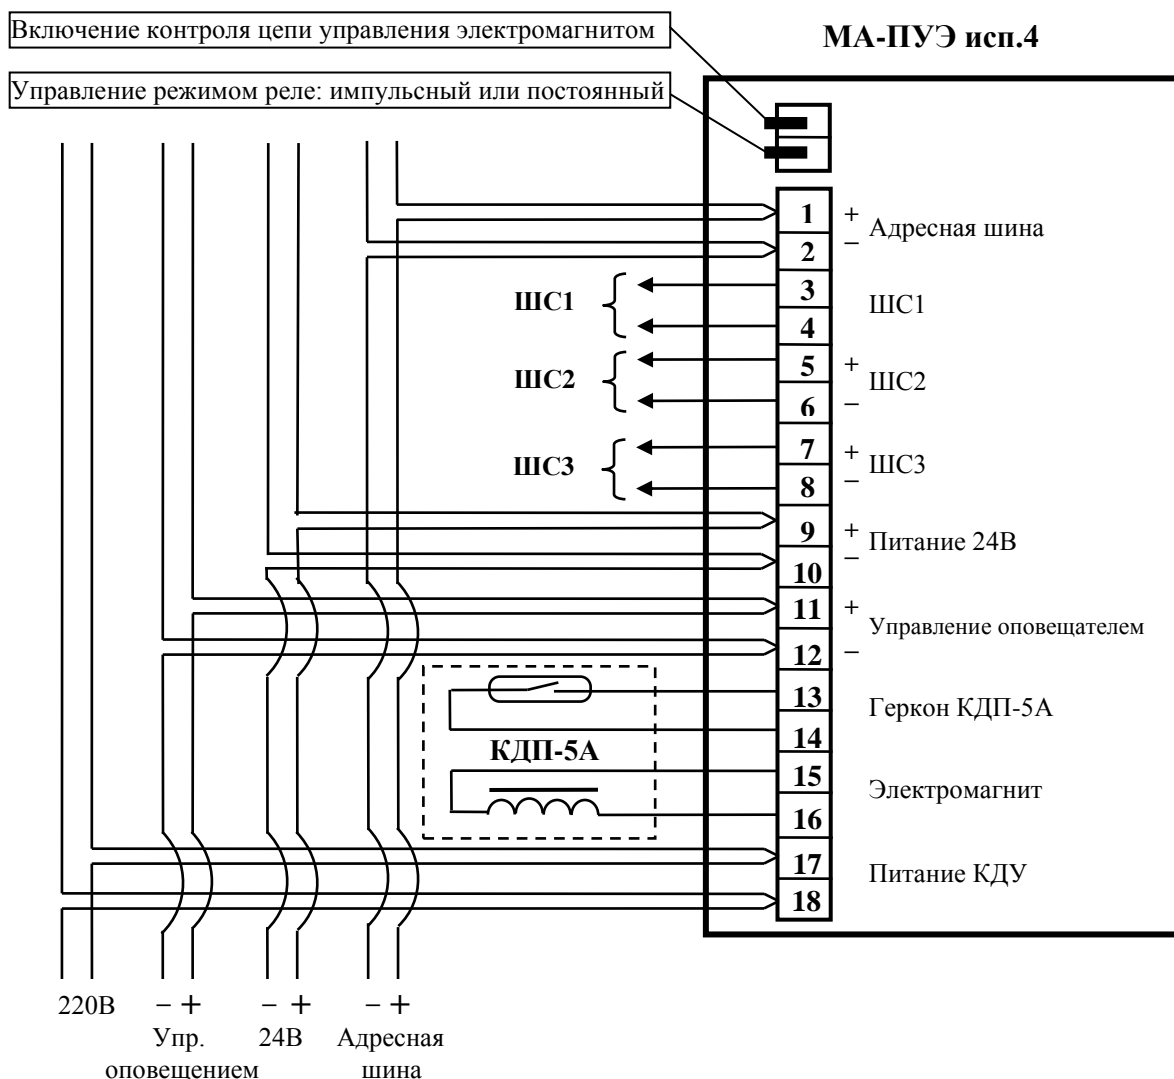

Рис. 1. Назначение клемм и схема подключения модуля.
6.1.2. Схема подключения модуля и назначение клемм представлены на рис.1. Схемы подключения извещателей к ШС1, ШС2 и ШС3 показаны на рис.2,3.